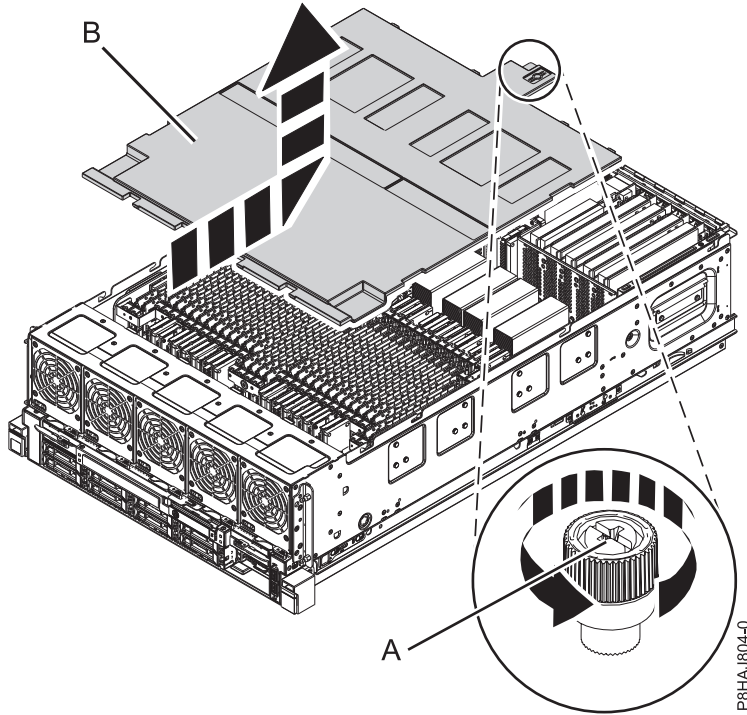

Figura 11. Extracción de la cubierta de seguridad
2. Afloje el tornillo de mano (A) situado en la parte posterior de la cubierta, girándolo en la dirección que se muestra en la Figura 11 en la página 34.
3. Deslice la cubierta de seguridad (B) hacia la parte posterior del sistema. Cuando la parte frontal de la cubierta se haya separado del reborde superior del chasis, levante la cubierta hacia arriba y fuera del sistema.